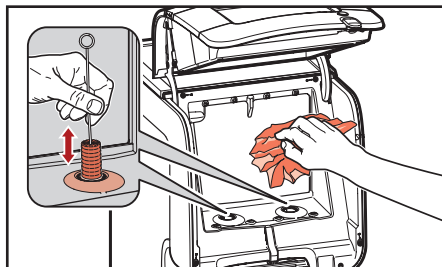

Abb. 5.9- Kühlfach reinigen
4. Reinigen Sie die Dosieröffnungen mit einer Bürste und das Innere des Kühlfachs mit einem sauberen, feuchten Tuch (Abb. 5.9). Trocknen Sie alles mit einem sauberen Papiertuch.